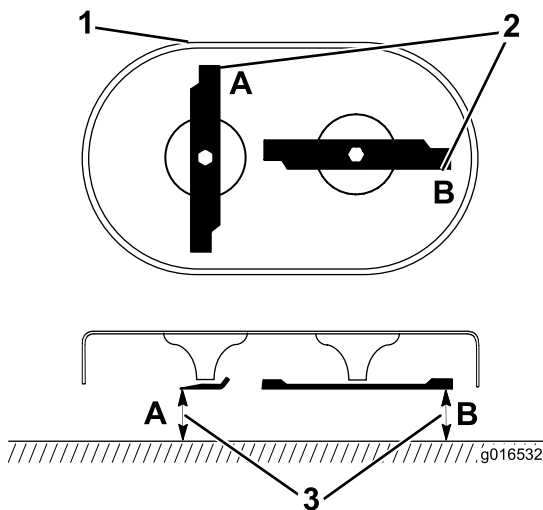

Figure 42
1. Tournez les lames à la position indiquée à la Figure 42.
2. Mesurez la distance entre une surface plane et le tranchant aux points A et B, (Figure 42), et notez les deux dimensions.
3. Faites tourner les points de sorte que leurs extrémités opposées soient aux points A et B (Figure 42).